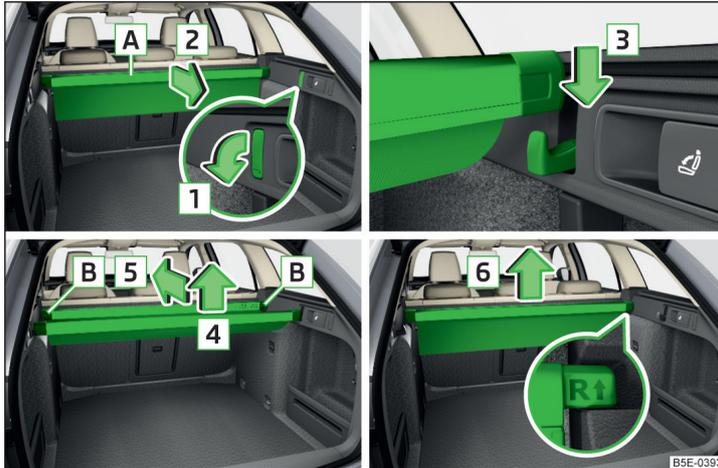

Abb. 125 Multifunktions tasche: herausziehen/einsetzen/einschieben/ herausnehmen
- Die vorderen Haken an beiden Gepäckraumseiten in Pfeilrichtung **1** nach unten klappen » Abb. 125.
- Die hintere Leiste von den Haken in Pfeilrichtung **4** abnehmen » Abb. 125.
- Die Tasche aus den Aufnahmen in Pfeilrichtung **6** herausnehmen » Abb. 125.